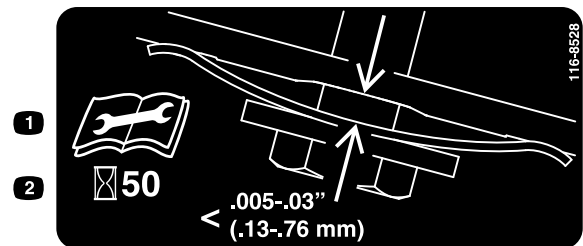

Bild 33
- Halten Sie eine Fühlerlehre mit einem Abstand von 0,13 mm bis 0,76 mm gegen die Wand und schieben sie nach unten hinter die Riemenspannungsfeder, siehe Bild 33.